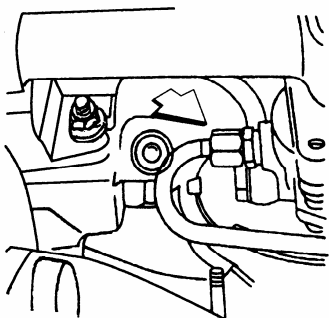

图 12-24 松开在转向器控制阀外壳上的进油管
- ⑤ 松开在转向器控制阀外壳上的进油管，如图 12-24 所示。